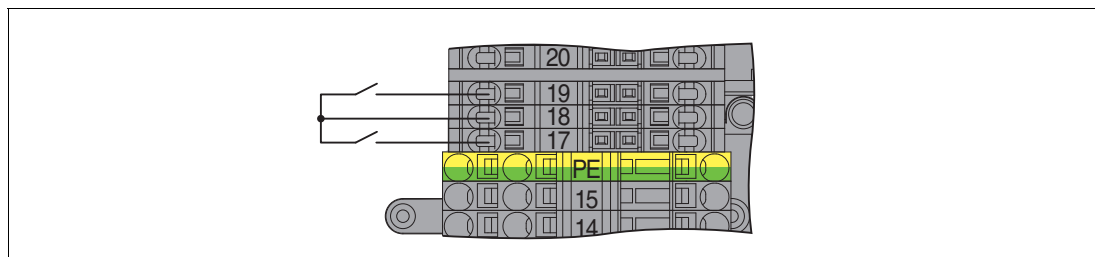

Abbildung 4.6 Anschluss der Ausgangsabschaltung
1. Um die busunabhängige Ausgangsabschaltung der E/A-Module auf den Steckplätzen 1 bis 10 zu benutzen, ersetzen Sie die Steckbrücke 18/19 durch einen externen, potenzialfreien Kontakt, siehe Abbildung 4.6.
2. Um die busunabhängige Ausgangsabschaltung der E/A-Module auf den Steckplätzen 11 bis 20 (nicht bei FB9261BP10220.\*) zu benutzen, ersetzen Sie die Steckbrücke 17/18 durch einen externen, potenzialfreien Kontakt, siehe Abbildung 4.6.